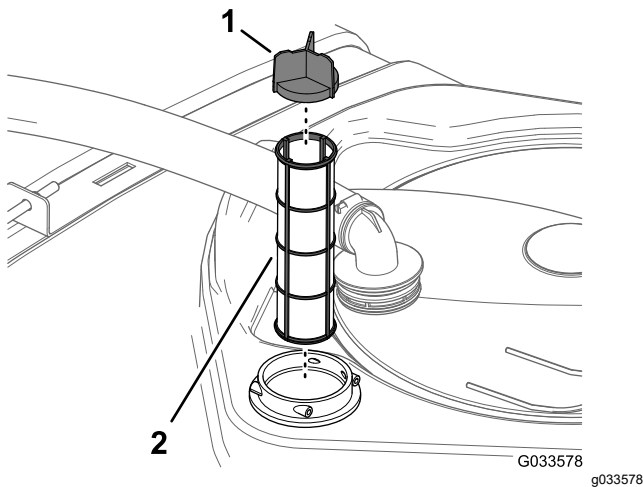

図 50
4. フィルタハウジングタンク内部からストレーナを取り出す 図 50。